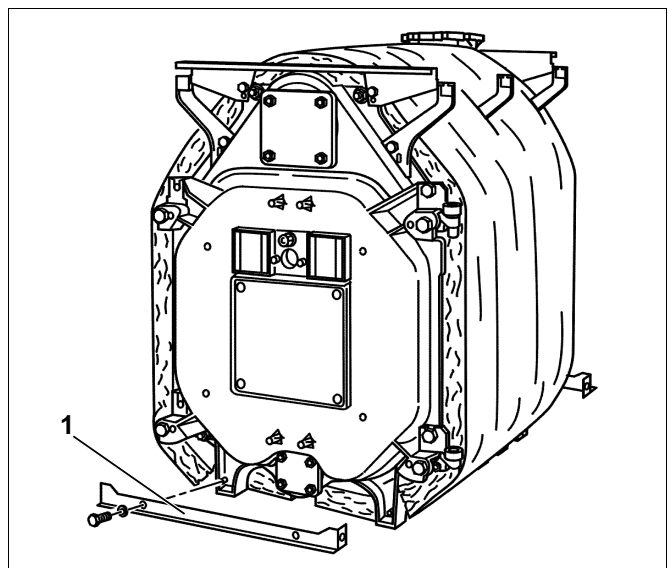

Fig. 42 Montaggio della traversa inferiore
- Avvitare le traverse inferiori (fig. 42, **pos. 1**) sul davanti e sul retro della caldaia, ai relativi piedi dell'elemento della caldaia, con due bulloni esagonali ciascuna. Le piegature di queste traverse devono essere rivolte verso fuori.